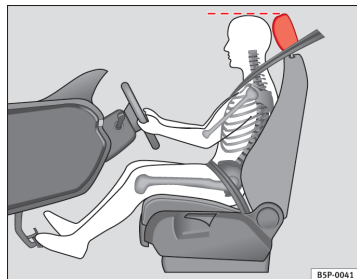

Fig. 2 Position correcte de l'appui-tête du conducteur
- Réglez l'appui-tête de sorte que le bord supérieur de celui-ci soit à la même hauteur que la partie supérieure de votre tête ⇒ fig. 2.